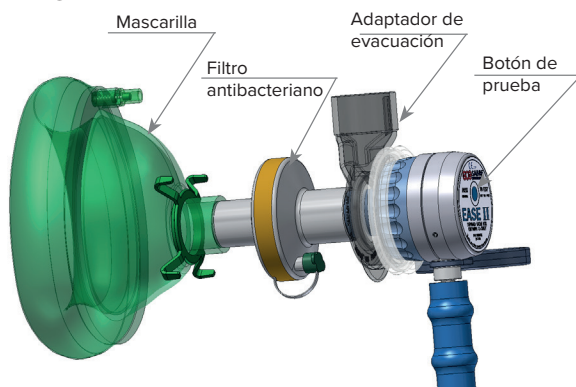

Fig. 1: Fixação do adaptador de evacuação, de filtro antibacteriano, da máscara
- Se no sistema está incluído o adaptador de evacuação, fixe-o na válvula de demanda pondo-o por pressão na válvula de paciente (ver a Fig. 1).
Escolha a máscara adequada ou o bocal conveniente ou o filtro conveniente para o paciente e fixe-os na válvula de demanda pondo-os por pressão na tomada cônica com o diâmetro de 22 mm na válvula de paciente (ver a Fig. 1).